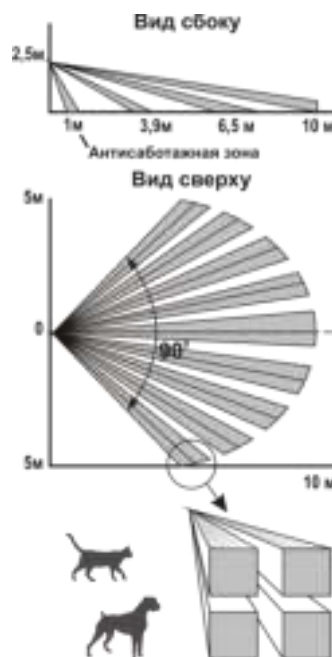

Рисунок 2
2.1 Принцип действия основан на регистрации изменений потока теплового излучения, возникающих при пересечении человеком чувствительных зон. Каждая чувствительная зона состоит из четырех элементарных чувствительных зон (рисунок 2). Чувствительные зоны извещателя формируются линзой Френеля и четырехплощадочным пироэлектрическим приемником излучения. Электрический сигнал с пироэлектрического приемника поступает на электронную схему извещателя, которая в соответствии с заданным алгоритмом работы формирует извещение о тревоге.